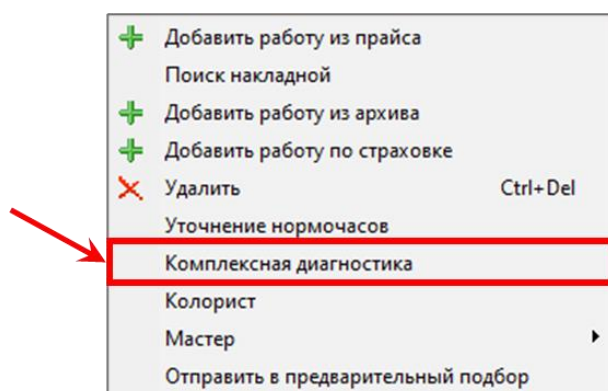

рис. 289
4.3. Для исправления статуса выполненной работы нажмите правой кнопкой мыши в произвольном месте вкладки **Работы** и в открывшемся меню выберите **Комплексная диагностика** (рис.289).